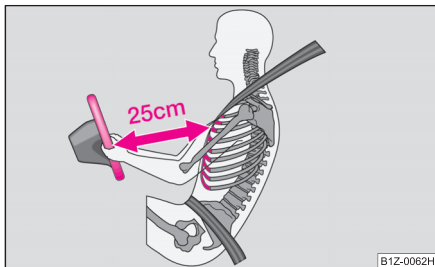

Abb. 89 Sicherer Abstand vom Lenkrad
- Der Fahrer muss einen Abstand zum Lenkrad von mindestens 25 cm einhalten ⇒ Abb. 89. Wenn Sie den Mindestabstand nicht einhalten, kann Sie das Airbag-System nicht schützen – Lebensgefahr!